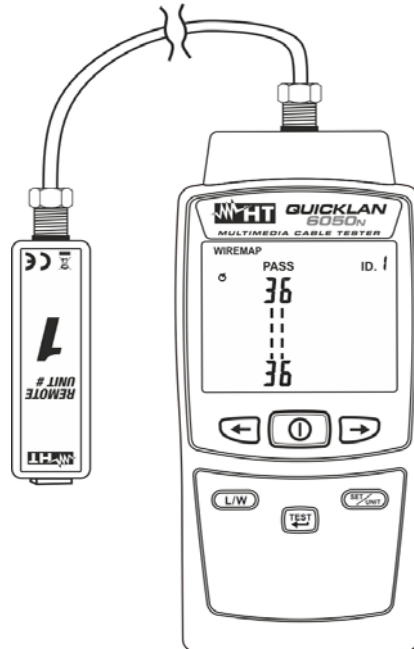

Fig. 12: Collegamento dello strumento al cavo COAX con connettore F
3. Connettere gli estremi del cavo in prova al connettore COAX di ingresso dello strumento (vedere Fig. 1 – parte 9) e all'unità remota #1 (vedere Fig. 12)